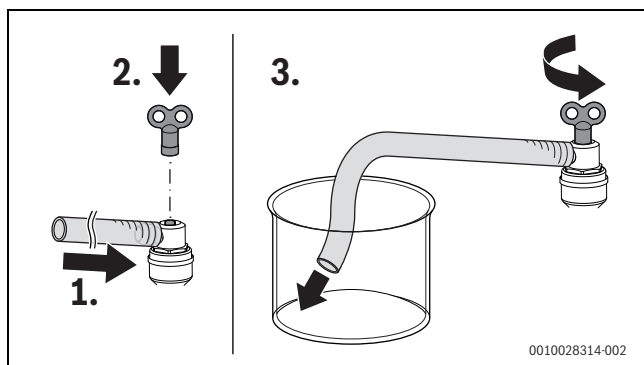

Fig. 85 Sfiato del circuito dell'acqua calda sanitaria e di riscaldamento
- ▶ Tenere aperta la valvola di sfiato finché non fuoriesce acqua (→ fig. 85 e fig. 3, pagina 10).
- ▶ Infilare il tubo flessibile in un recipiente (ad es. bottiglia) (→ fig. 85 e fig. 3, pagina 10).